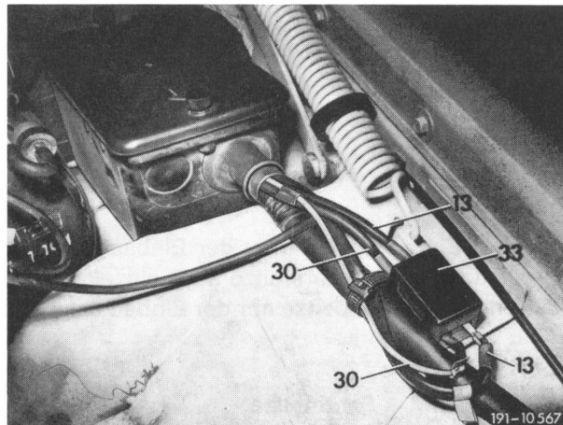

Bild 4
15 Sicherungsdose (33) mit den Blechschrauben (34) am linken Radeinbau nach Bild 4 montieren und Sicherungseinsatz (35 bzw. 36) einsetzen.
16 Zusatzleitungssatz (13) von der Mittelkonsole aus entlang des Hauptleitungssatzes zu den Anschlußstellen verlegen und anschließen (Bild 4 bis 9, 19 und 20).
27 Sicherungsdose (33) mit den Blechschrauben (34) am linken Radeinbau nach Bild 4 montieren und Sicherungseinsatz (36) einsetzen.
47 Die beiden Zusatzleitungssätze (30 und 31) miteinander verbinden. Anschließend von der Mittelkonsole aus entlang des Hauptleitungssatzes zu den Anschlußstellen verlegen und an den Sicherungsdosen bzw. Massestelle anschließen (Bild 4, 8, 17, 18, 21 und 22).